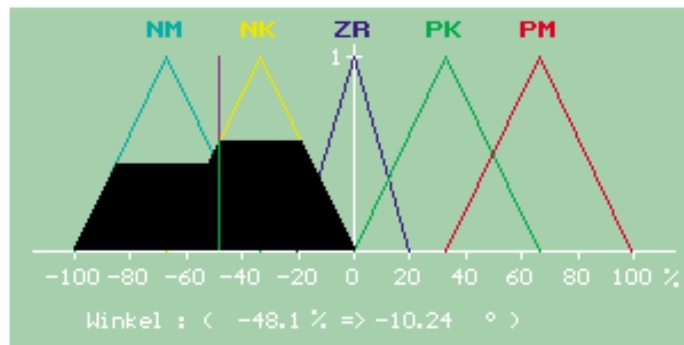

Bild 6: Defuzzifizierung nach der MAX-MIN-Inferenz-Methode → scharfer Ausgabewert für den Winkel
3. Für den Fall, daß mehrere Regeln auf eine Ausgangsklasse zutreffen, wird der höchste Erfülltheitsgrad der Ausgangsklasse letztlich zugeordnet. Somit benutzen wir hier die MAX-Methode zur Bewertung der Ausgangsklassen. Im Gegensatz dazu könnte auch der kleinste Wert herangezogen werden, wodurch eine MIN-Ausgangsklassen-Bewertungs-Methode verwendet würde. Abbildung 6 zeigt die resultieren-
finden: Aus den unscharfen Mengen ist ein scharfer Wert zu ermitteln (Defuzzifizierung). Herangezogen wird hierzu meistens der Flächenschwerpunkt der unter Abbildung 6 gebildeten unscharfen Menge. Diese Wahl stellt sicher, daß ein ausgewogener charakteristischer Wert die Form dieser unscharfen Menge repräsentiert.